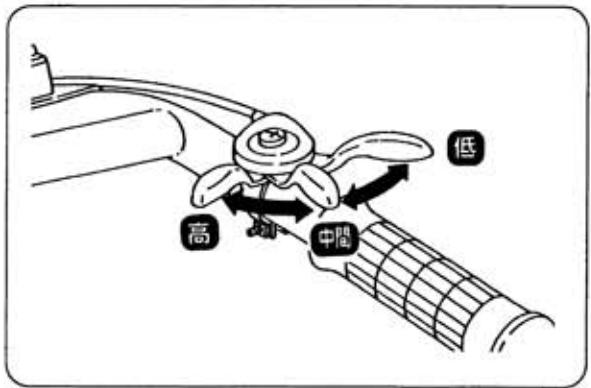

図28
- ③ スロットルレバーを上げて速度を調節します。（図28）